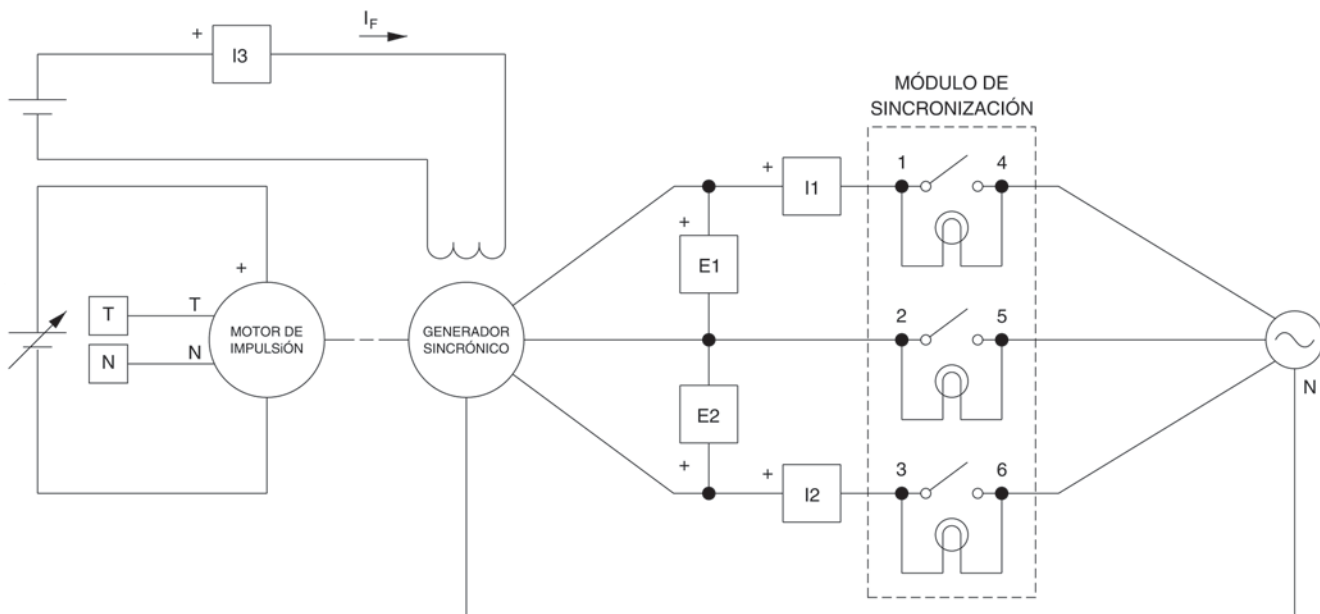

Figura 6-11. Circuito utilizado para sincronizar y conectar un generador a una red eléctrica CA.
En la primera parte del ejercicio, usted montará el equipo en el Puesto de trabajo, lo conectará como lo muestra la Figura 6-11 y realizará los ajustes apropiados en el módulo Motor de impulsión / Dinamómetro.
- 5. Conecte el equipamiento como lo muestra la Figura 6-11.